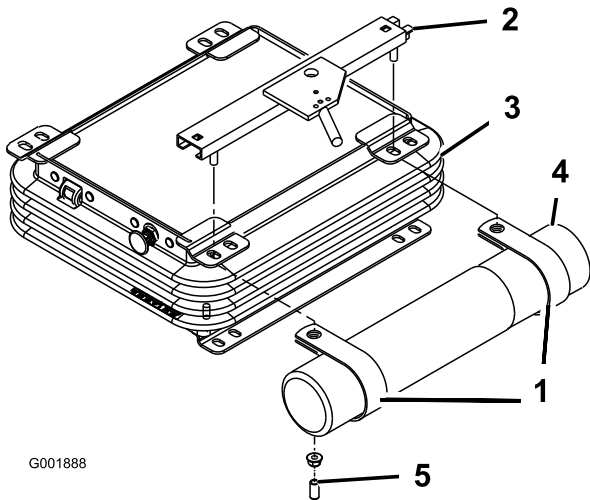

Figure 7
- Retirez les 2 écrous et capuchons en vinyle (le cas échéant) qui fixent le support de siège supérieur au côté gauche de la suspension du siège (Figure 7).
- Fixez légèrement les colliers en R sur les goujons du support de siège à l'aide des 2 écrous retirés précédemment (Figure 7).
- Placez le tube de rangement du manuel dans les colliers en R et serrez les écrous (Figure 7).